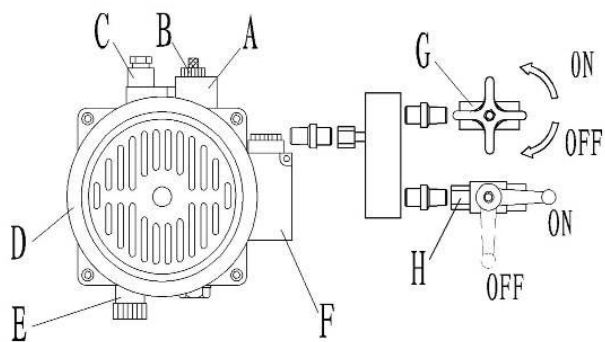

Рис.24
1. Закройте стопорный клапан “Н”, находящийся внутри стойки управления (Рис.24). Нажмите кнопку “UP” - левая платформа (если смотреть на переднюю часть подъемника) поднимется на высоту примерно 1 м. Нажмите кнопку “DOWN”, чтобы опустить левую платформу, а затем поднимите ее на высоту примерно 1.4 м.